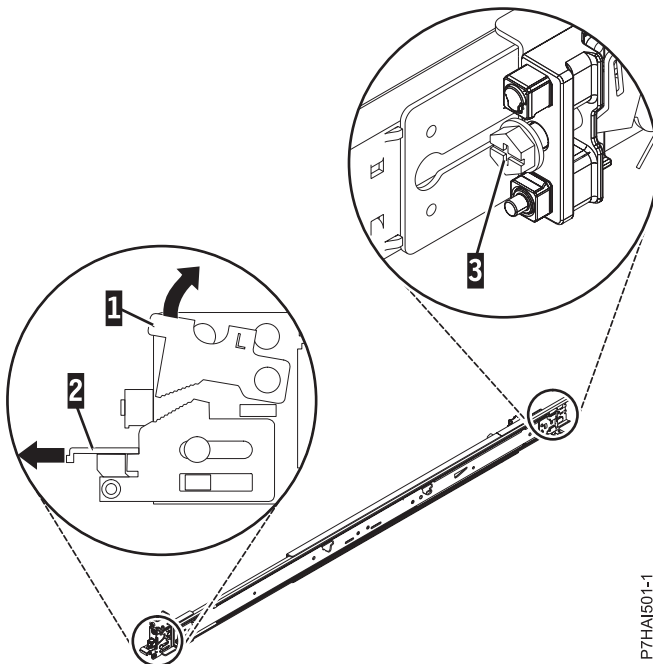

Abbildung 3. Vordere Verriegelung öffnen und Schraube auf der Rückseite entfernen
2. Ziehen Sie die vordere Verriegelungslasche (1) nach oben und ziehen Sie die vordere Verriegelung (2) an der Vorderseite der Schiene heraus. Entfernen Sie dann die Schraube an der Rückseite der Schiene (3), wie in Abb. 3 auf Seite 6 dargestellt.